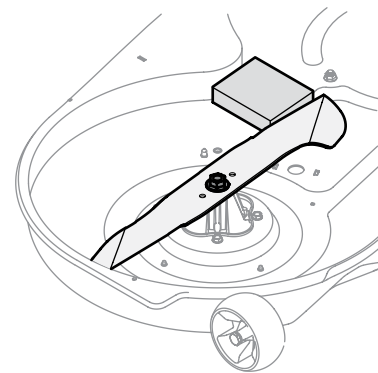

Figura 4-11
2. Coloque um bloco de madeira entre o defletor central da carcaça do deck e a lâmina de corte para atuar como um estabilizador. Veja Figura 4-11.
3. Remova a porca hexagonal do flange que prende a lâmina ao conjunto do eixo. Veja Figura 4-11.